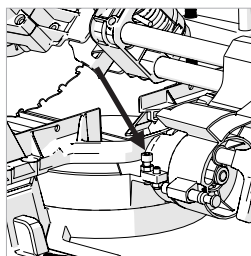

Fig. 23
- Afloje la contratuerca en el tornillo de ajuste del ángulo de bisel. (**Fig. 23**)